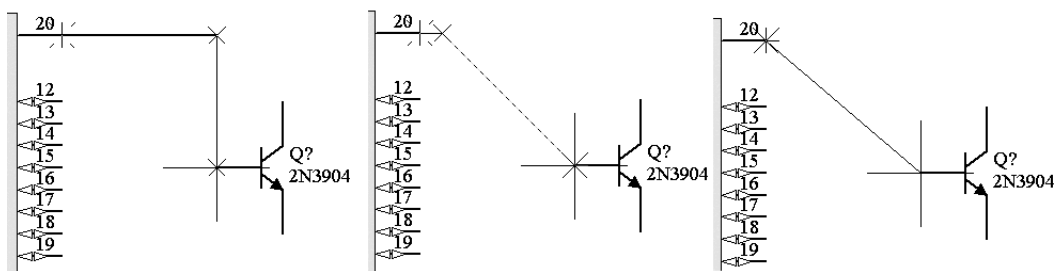

图3-3 导线的拐弯模式
3) 导线的拐弯模式。如果要连接的两个引脚不在同一水平线或同一垂直线上，则在放置导线的过程中需要单击确定导线的拐弯位置，并且可以通过按〈Shift〉+〈Space〉键来切换导线的拐弯模式。拐弯模式有直角、45°角和任意角度三种，如图3-3所示。导线放置完毕，右击鼠标或按〈Esc〉键即可退出该操作。